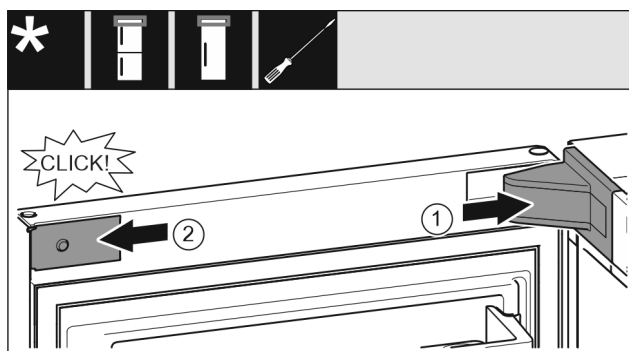

Fig. 27
- ▶ Nasad'te a zaklapněte kryt stojanu ložiska Fig. 27 (1), příp. opatrně přitlačte od sebe.
- ▶ Z boku nasad'te záslepku Fig. 27 (2) a zaklapněte.